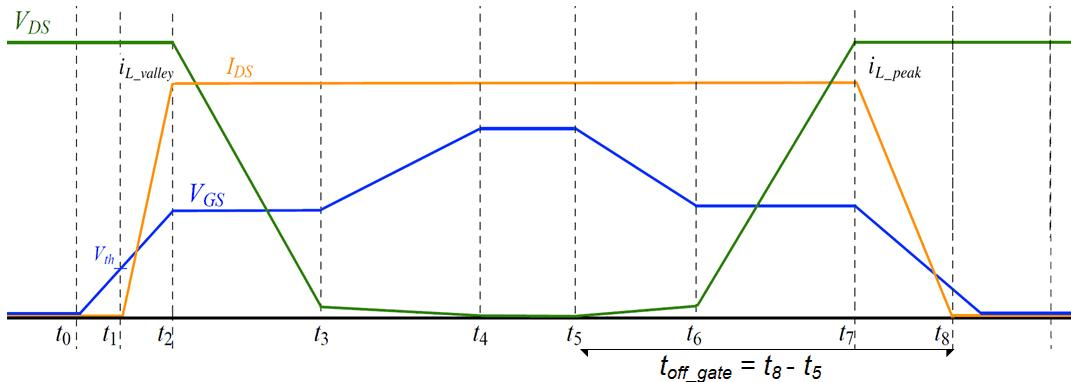

図 2-1. MOSFET のスイッチング波形
MOSFET の固有容量 (C_{ISS} , C_{OSS} , C_{RSS}) によって、スイッチング動作が決まります。図 2-1 は、通常の昇圧デバイスローサイド MOSFET のスイッチングプロセスを示し、これらのコンデンサの役割について説明しています。
- スイッチング損失の増加:スイッチング遷移が遅いと、高電圧と大電流のオーバーラップ時間 (t_1 から t_3 , t_6 から t_8 図 2-1) が長くなり、スイッチング損失 (P_{sw}) が高くなり、効率が低くなります。